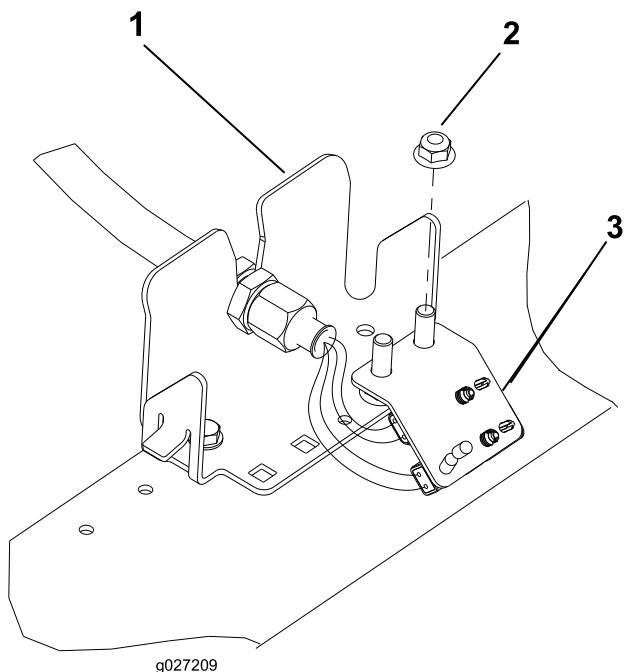

Figure 16
6. Répétez la procédure pour les (4) autres emplacements de cloison, comme montré de la Figure 13 à la Figure 16.